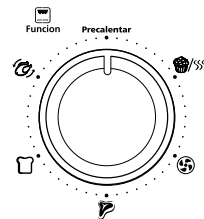

Figura 3
3. **Perilla selectora de función:** ajusta el dial a la función de cocción de su elección (ver Figura 3).